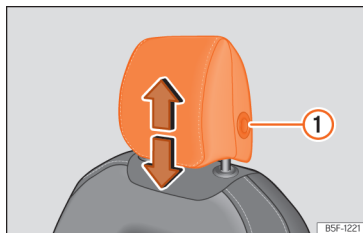
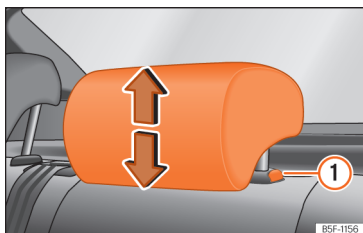

Fig. 97 Asiento delantero: regulación del apoyacabezas.
Fig. 98 Apoyacabezas trasero: regulación del apoyacabezas.
- Agarre el apoyacabezas con ambas manos por los lados y empuje hacia arriba hasta encajarlo en la posición deseada. Para bajarlo, haga la misma acción, pulsando el botón lateral ① » » fig. 97 , » » fig. 98.